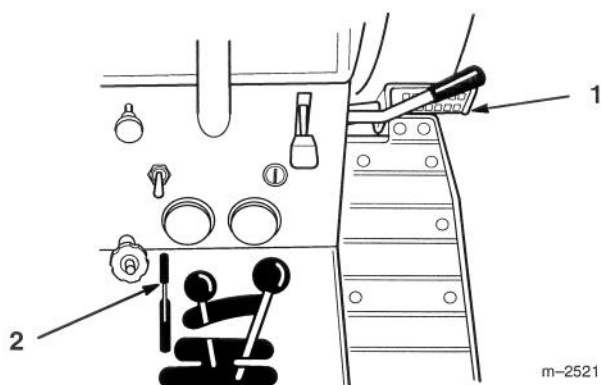

Abbildung 2
1. Das Bremspedal (Abb. 2) herunterdrücken und in dieser Position halten.
2. Den Feststellbremsenhebel (Abb. 2) zurückziehen und den Fuß langsam vom Bremspedal nehmen. Das Bremspedal sollte in gedrückter (eingerasteter) Position bleiben.
1. Das Bremspedal (Abb. 2) treten. Der Feststellbremsenhebel sollte sich lösen.